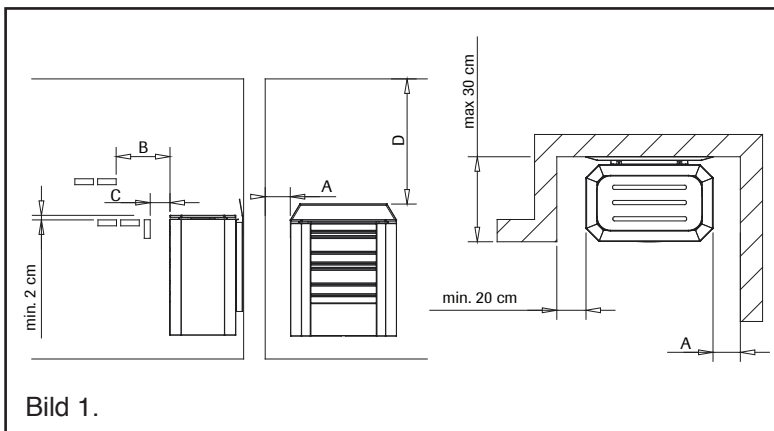

Bild 1.
**) Se bild 1
- AITO-bastuaggregat på 4,5 kW och 6,0 kW kan även installeras i en nisch i väggen och då ska skyddsavstånden enligt bild 1 iaktas.